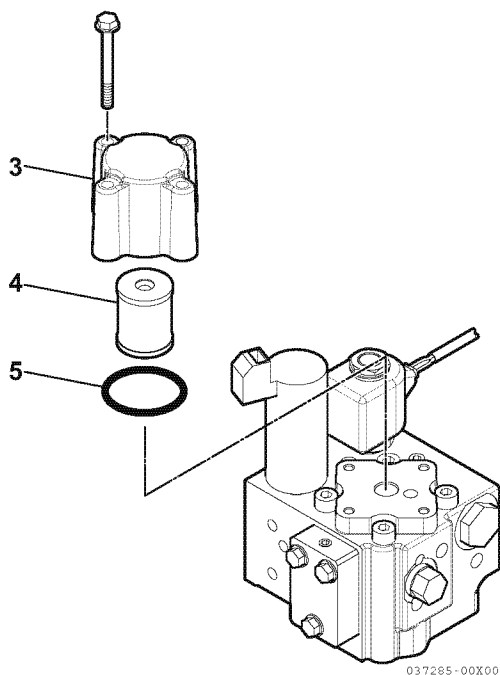

Figure 5
2. Retirez le boîtier de l'élément de filtre (3, **Figure 5**).
3. Retirez l'élément de filtre (4, **Figure 5**).
4. Retirez et remplacez le joint torique (5, **Figure 5**).